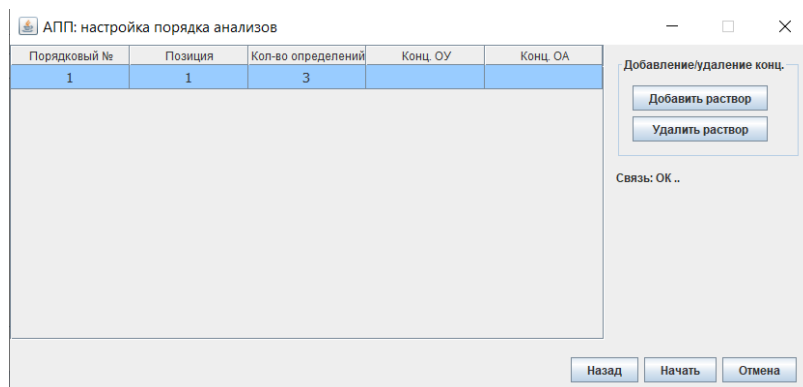

Рисунок 8. Окно настройки порядка анализов
- 2.4.6.5. Появится окно настройки порядка анализов (рис. 8), где столбцы: Порядковый номер – номер в очереди анализов; Позиция – позиция виалы с раствором в карусели АПП; количество определений – количество однократных определений для данного раствора; Конц. ОУ и Конц. ОА – заданные концентрации растворов по показателям общий углерод и общий азот соответственно.